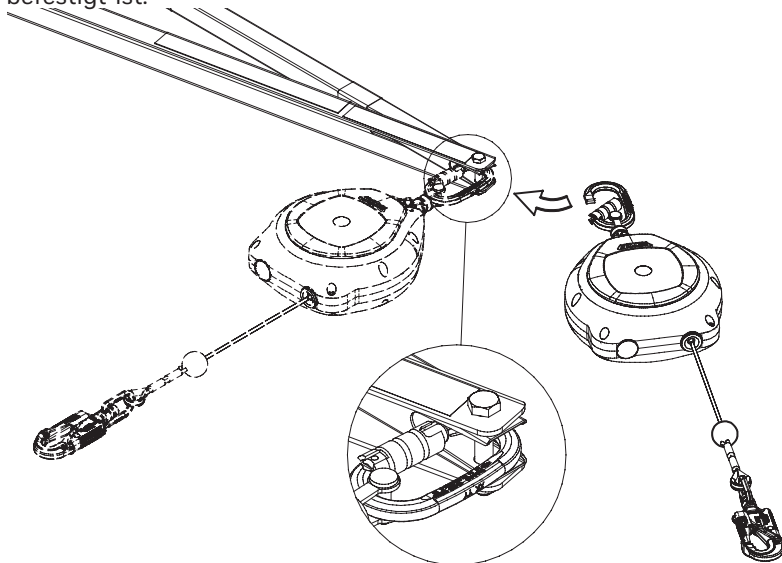

Abbildung 29. Anbringen eines Hörsicherungsgeräts Falcon (6,2 m).
- 10.2. Schließen Sie das Hörsicherungsgerät an. Stellen Sie sicher, dass die Komponente ordnungsgemäß am SkyReach Anker befestigt und gesichert ist. Abbildung 29 zeigt, wie das Hörsicherungsgerät (6,2 m) am Ankerpunkt befestigt ist.